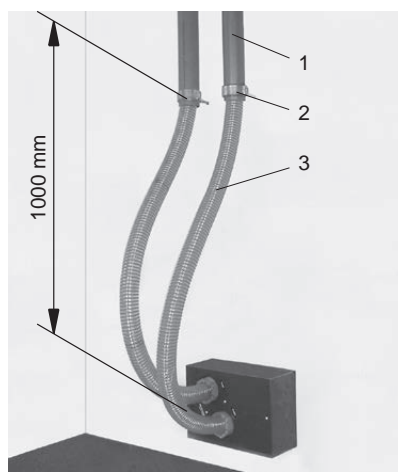

Fig. 25 Raccordement, unité de commutation
- ▶ Sur l'unité de commutation, les tuyaux doivent être suffisamment longs et ne pas être serrés (ils sont tournés à 180°). L'écart et la longueur des tuyaux flexibles jusqu'à la première fixation doivent être respectés – Fig. 25.